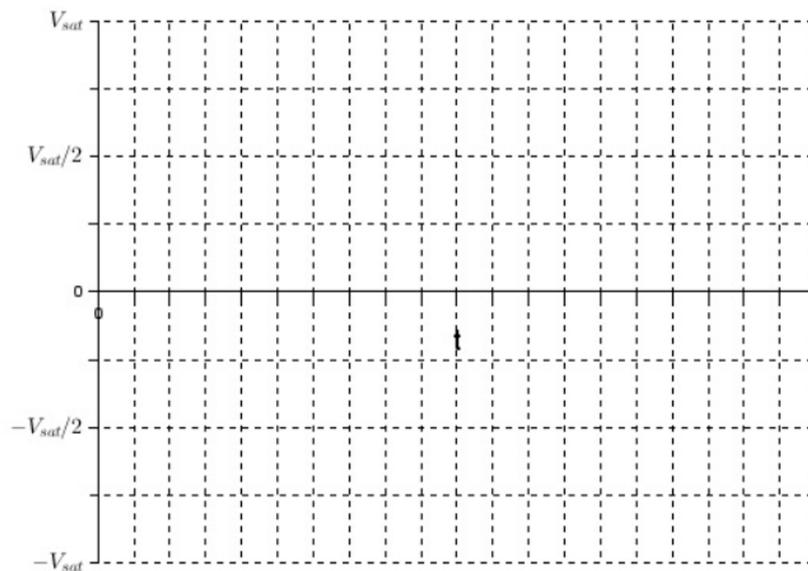

FIGURE 1.11 – Chronogramme à compléter : on fera apparaître les valeurs  $\Delta t_{haut}$  et  $\Delta t_{bas}$
47. Représenter sur le graphique fourni dans la figure 1.11 de l'Annexe **à rendre avec la copie** les signaux  $u_s(t)$  et  $u_e(t)$  en supposant  $\Delta t_{\text{bas}} = 19\Delta t_{\text{haut}}$ .